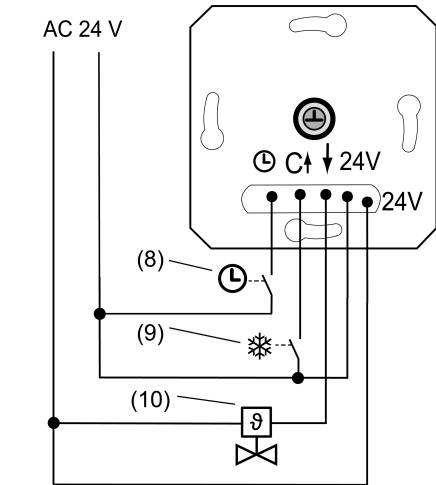

Bild 2: Anschlussbeispiel des Einsatzes
- Elektrothermischen Stellantrieb (10) an Einsatz (1) gemäß Anschlussplan (Bild 2) anschließen. Leiterquerschnitte beachten (Bild 3).
- Optional den Eingang ECO-Betrieb ☉ über einen Schaltkontakt einer Zentraluhr (8) be- schalten. Liegen 24 V am Eingang an, wird die einge- stellte Solltemperatur, anschließend im Heiz- betrieb, um 4 °C reduziert.
- Optional den Eingang Kühlen C über einen Schaltkontakt der Heizungsanlage (9) beschal- ten. Liegen 24 V am Eingang C an, ist der Kühlbe- trieb aktiv. Werden die 24 V abgeschaltet, schaltet das Gerät automatisch in den Heizbe- trieb. Nach jedem Umschalten leuchtet die LED für 10 Sekunden in der Farbe der aktuel- len Betriebsart.